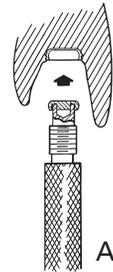

Abb. 7
9. Das Eingliederungswerkzeug für die Patrize (Teil des Locator Werkzeugs, 636066) wird verwendet, um die Locator Ersatzpatrize fest in das Metallkappchen zu drücken (Abb. 7). Die Ersatzpatrize muss fest sitzen und mit dem Rand der Kappe abschließen (Abb. 8).